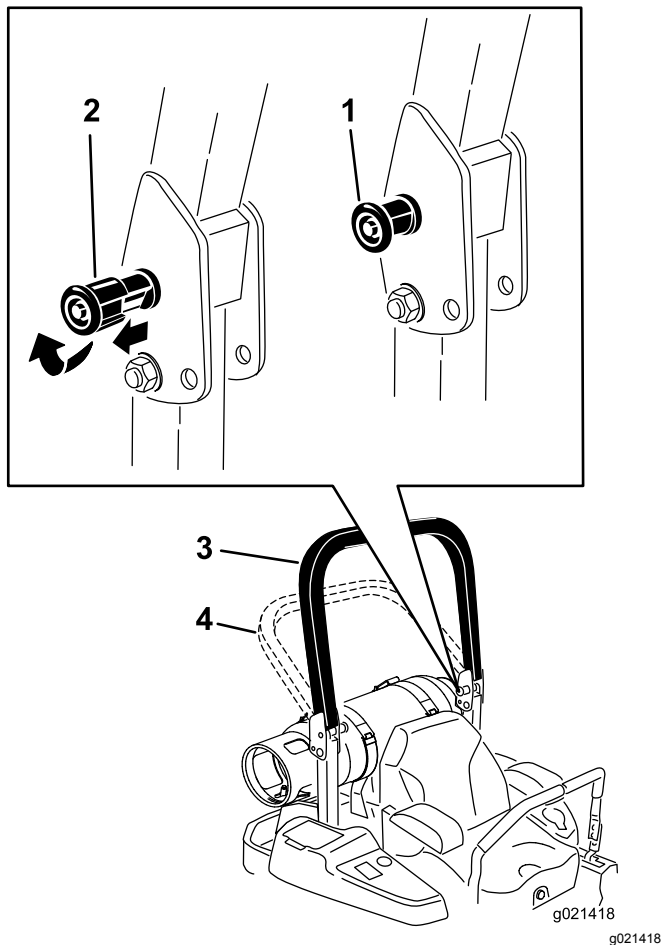

Figura 9
2. Tire de ambos pomos hacia fuera y gírelos 90° para desengranarlos (Figura 9).
3. Coloque la barra antivuelco en la posición de bajada (Figura 9).
4. Para elevar la barra antivuelco, suba la barra a la posición de uso, y gire los pomos para que se introduzcan parcialmente en las ranuras (Figura 9).
5. Eleve la barra a la posición vertical, presionando sobre la parte superior de la misma; las clavijas encajarán en cuanto se alineen con los orificios (Figura 9).